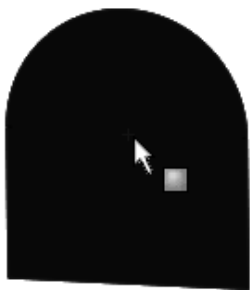
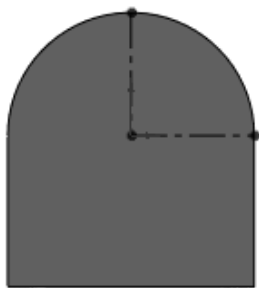

图 10-183 选择基准面
图 10-184 绘制定位草图
⑫ 绘制成型工具定位草图。单击图 10-183 所示的表面作为基准面, 单击“草图”控制面板中的  (草图绘制) 按钮, 然后单击“草图”控制面板中的  (转换实体引用) 按钮, 将选择表面转换成图素。单击“草图”控制面板中的  (中心线) 按钮, 绘制两条互相垂直的中心线, 中心线交点与圆心重合, 终点都与圆重合, 如图 10-184 所示。单击  (退出草图) 按钮。